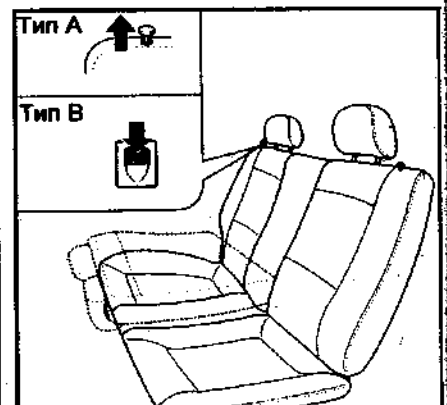

Рис. 21. Расположение фиксатора складной по частям спинки заднего сиденья
- Чтобы сложить спинку(и) заднего сиденья, потяните за фиксаторы, расположенные на верхней части спинки сидений, после чего сложите спинку движением вперед и вниз (рис. 21).